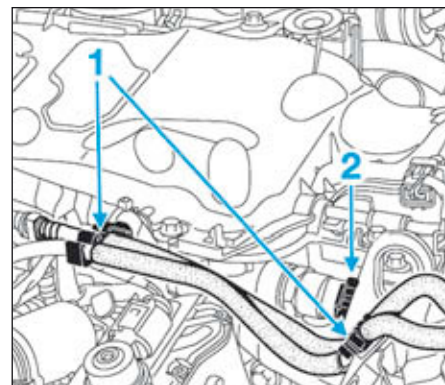

FIG.152
- Dégrafer les tuyaux de carburant en (1) (Fig.152) et les écarter sur le côté.
- Débrancher le connecteur électrique du capteur de pression de rampe (2).